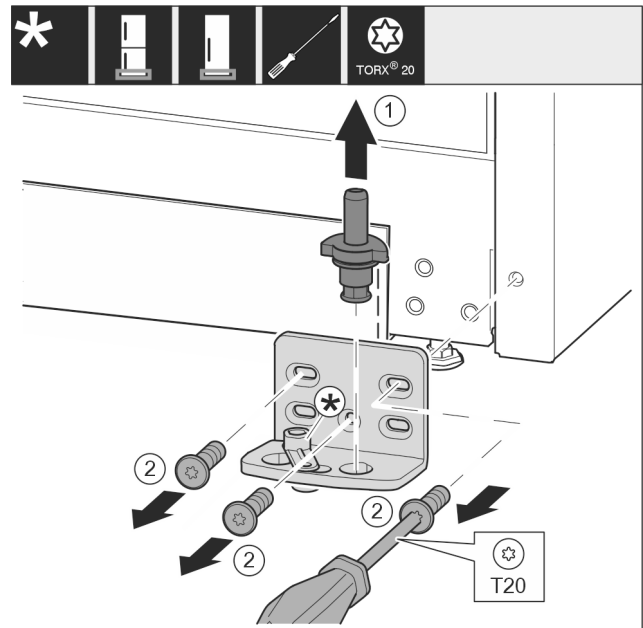

Fig. 13
- ▶ Ta ut hela lagerbulten genom att dra den uppåt. Fig. 13 (1)
- ▶ Skruva ut skruvarna med en skruvmejsel T20 och ta av lagerbocken. Fig. 13 (2)